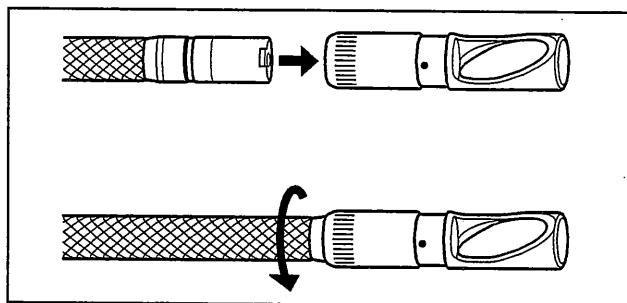

図 3.15
2. 側視ミラーアダプターをスコープ先端部にゆっくり差し込み側視ミラーアダプター内側のツメとスコープ先端の固定溝がかみ合う位置まで押し込みます。入らない場合は側視ミラーアダプターのミラー部が回転するように回し、確実にはまり込んでいることを確認してください。ナット第1ねじ部が接続ねじ部を通過するまで時計周りに回します（図 3.15 参照）。